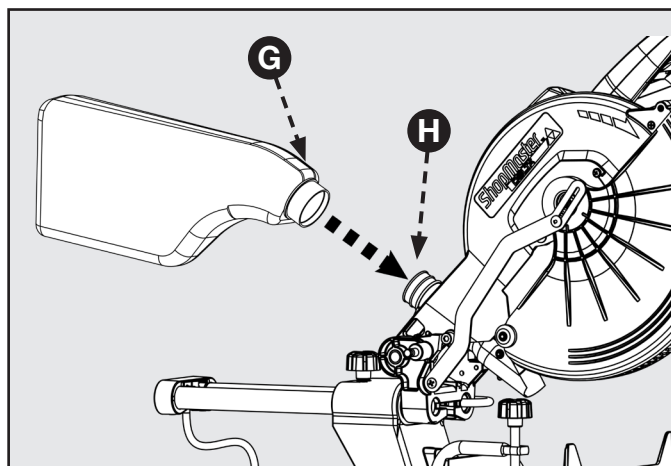

FIGURA 8
La herramienta incluye una bolsa de recolección de polvo que se coloca sobre el puerto de salida ubicado en la protección de la guarda superior. Para instalar, deslice el collarín de plástico (G) de la bolsa de polvo en el puerto de polvo (H). Consulte la Figura 8: